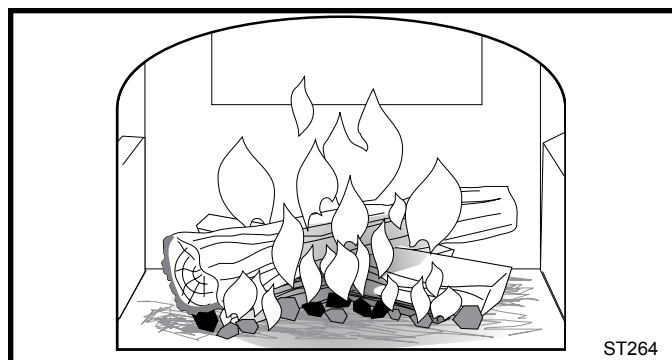

Fig. 41 Ajoutez de plus grosses bûches lorsque le feu commence à bien brûler.
- Si votre poêle Intrepid II est prêt après avoir suivi les étapes 1 à 3, continuez à faire le feu graduellement. Ajoutez de gros morceaux de bois ayant un diamètre de 76 à 102 mm (3 à 4 po), comme l'indique la Figure 41.
5. Mettez le charbon de bois au milieu du foyer, comme l'indique la Figure 41, puis remplissez de bûches (des petites), en mettant les brindilles fendues en premier lieu. Augmentez la quantité de la charge dans le poêle comme vous le jugez nécessaire et en fonction des besoins de chauffage de votre maison.